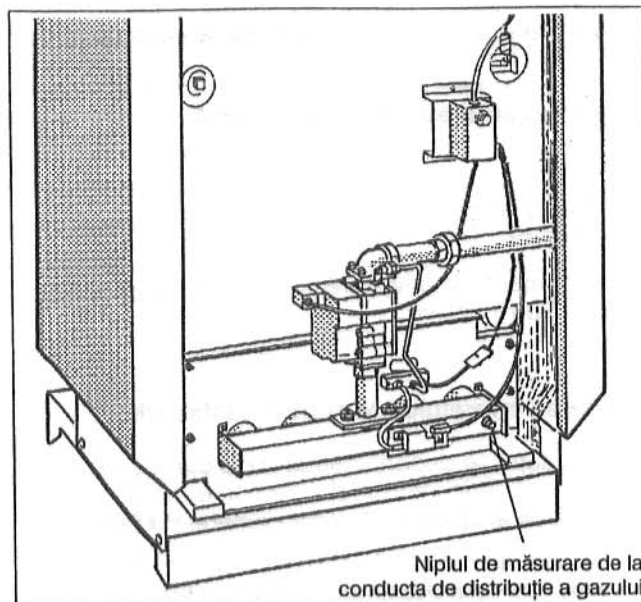

Fig. 21: Arzătorul de gaz
- Se desface ușor șurubul de închidere a niplului de măsurare de la conducta de distribuție a gazului, numai două rotiri (Fig. 21).